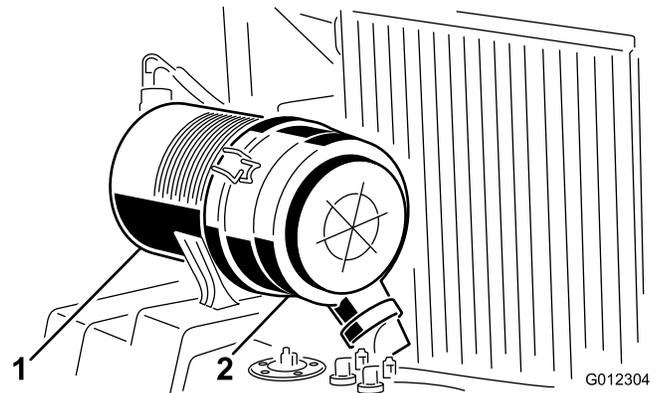

Figura 30
2. Abra los enganches que fijan la tapa del limpiador de aire a la carcasa del limpiador de aire (Figura 30).